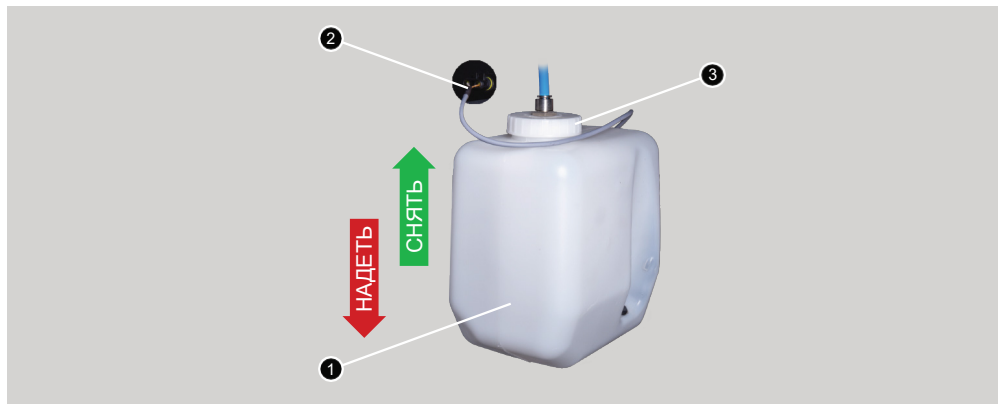

Рисунок 36. Снятие бачка для сбора конденсата:
3. Открутите крышку бачка поз.3 рис. 36.
4. Отсоедините разъём датчика уровня конденсата поз. 2 рис.36.